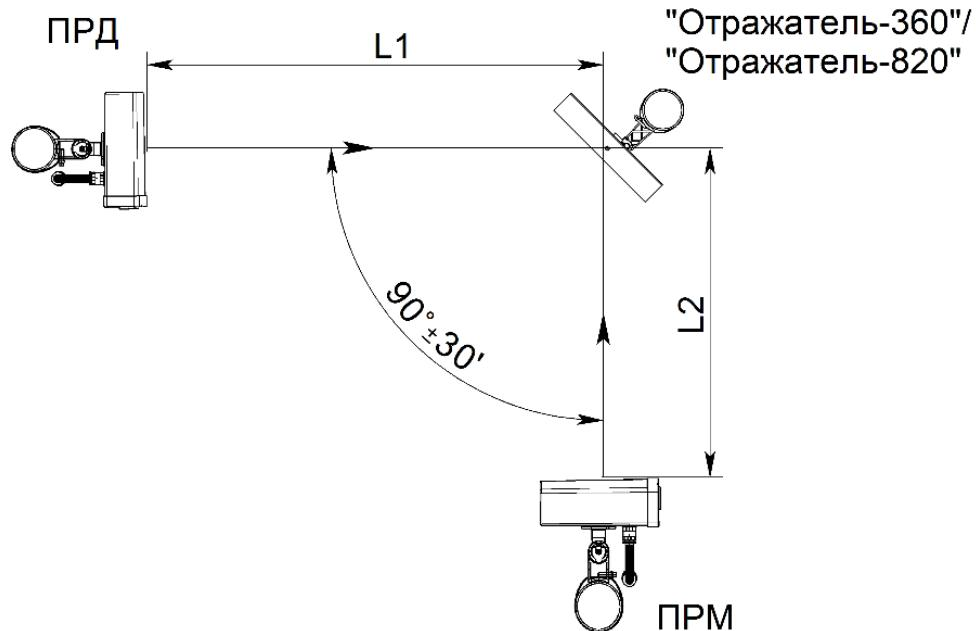

Рисунок 2.11 – Установка извещателей с применением отражателя «Отражатель-360» («Отражатель-820»)
2.3.9.2 При работе извещателей с «Отражателем-360» (см. рисунок 2.11) суммарная длина зоны обнаружения $L_1 + L_2$ (где L_1 – расстояние между блоком ПРД и отражателем, L_2 – расстояние между отражателем и блоком ПРМ) не должна превышать: